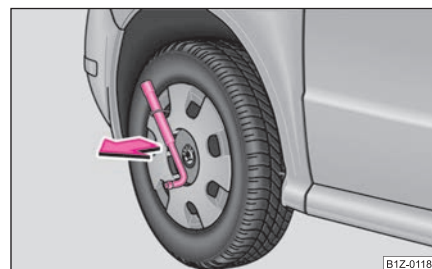

Fig. 155 Déposer les enjoliveurs pleins
- Poussez la clé de roue à travers l'étrier, soutenez la clé de roue au niveau du pneu et enlevez le cache ⇒ fig. 155.